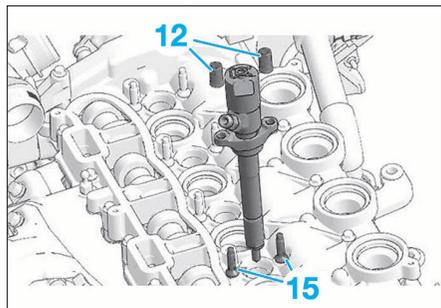

FIG. 65
Avant la repose des injecteurs, resserrer systématiquement les vis colonnettes (15) (Fig.65) à 0.5 daN.m ± 0.1 puis serrer à 1 daN.m ± 0.1.